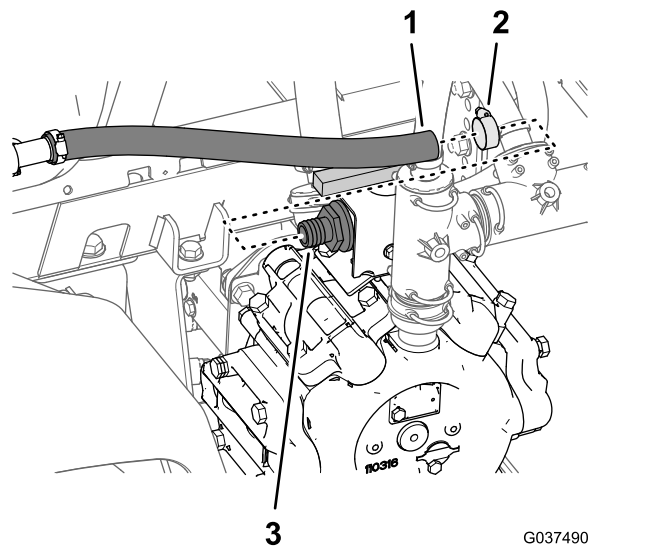

Figure 32
- Sur la pompe de pulvérisation; retirez le collier qui fixe le flexible d'alimentation d'agitation au raccord cannelé du clapet à bille (Figure 32).